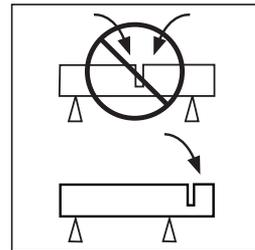

ABB. 7
- Stützen Sie das Werkstück nach Möglichkeit so ab, dass dessen Bewegungen vorhersagbar sind und der Schnitt beim Schneiden offen und stabil bleibt. **(ABB. 7)**